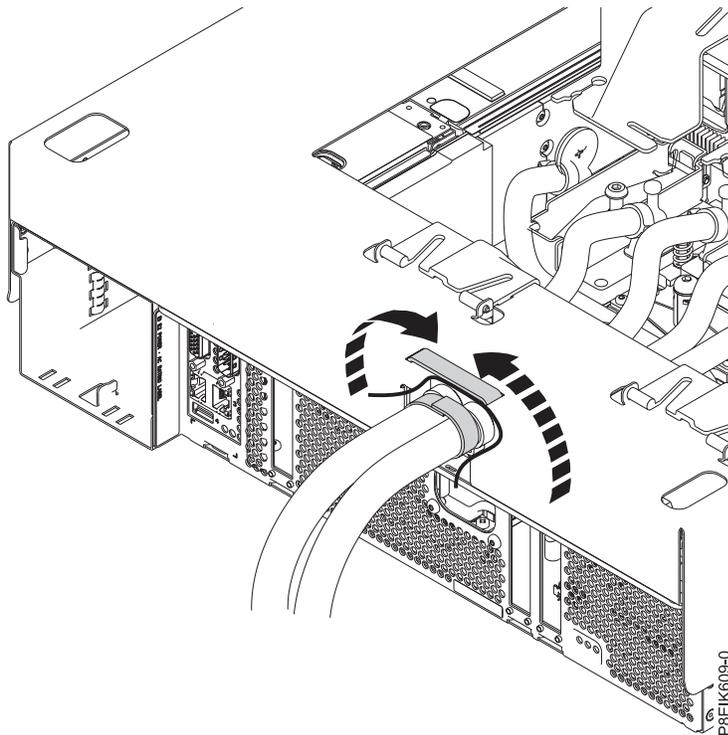

図 28. キャリアへの冷却水ホースの固定
5. クローズド・ループ・ファスナーを使用して、冷却水ホースを冷却プレート取り付けキャリアに固定します (図 28)。